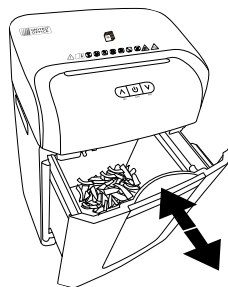

Fig. 4
- ◆ Estrarre il contenitore di raccolta **10** dalla base dell'apparecchio **7** tirandolo dalla maniglia **12** (vedere fig. 4). Il LED  **15** lampeggia con luce blu.
- ◆ Reinscrivere completamente il contenitore di raccolta **10** nella base dell'apparecchio **7** finché non scatta in posizione con un clic (vedere Fig. 4). Il LED  **15** si accende con luce blu.